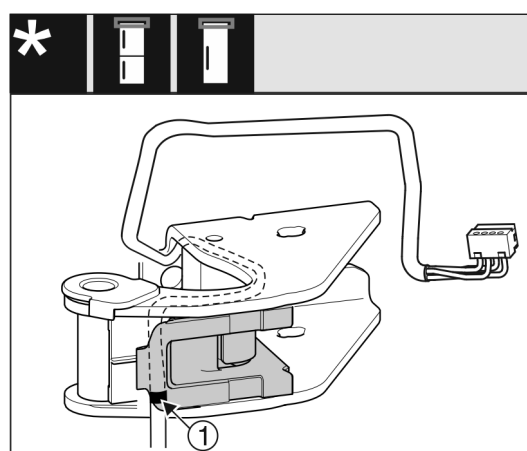

Fig. 26
- Prostřední značka přitom musí být na hraně držáku kabelu Fig. 26 (1).